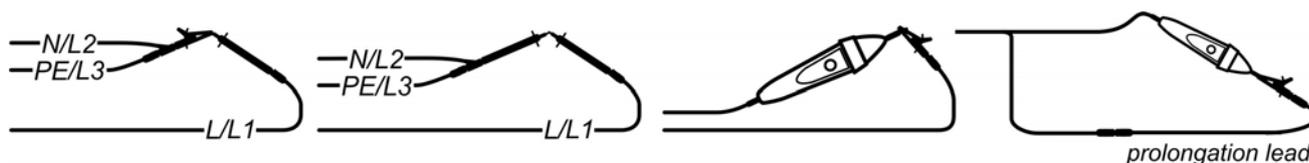

Abbildung 5.16: kurzgeschlossene Prüflleitungen
- Schließen Sie** die Prüfkabel an das Messgerät und schließen Sie die Prüflleitungen kurz (siehe *Abbildung 5.16*).